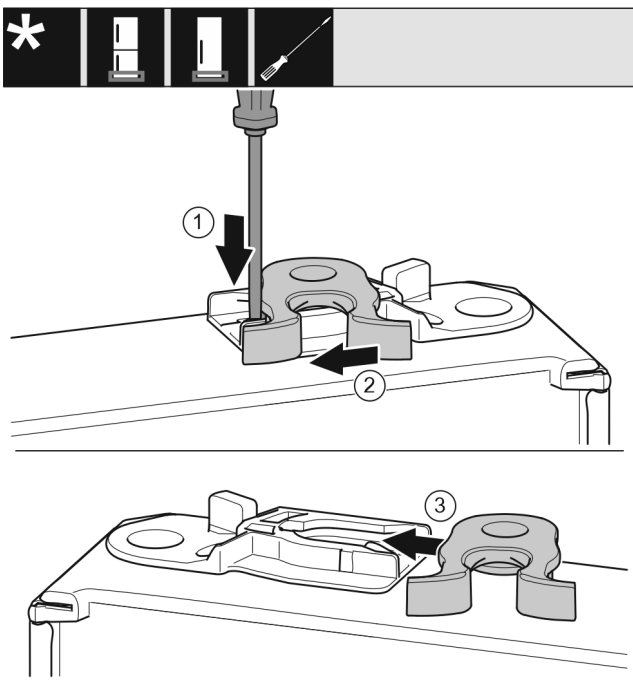

Fig. 17
- Trykk tappen Fig. 17 (1) ned med en skrutrekker.
- Trekk låsekroken Fig. 17 (2) ut av skinnen.
- Skyv låsekroken Fig. 17 (3) inn i skinnen på den andre siden.